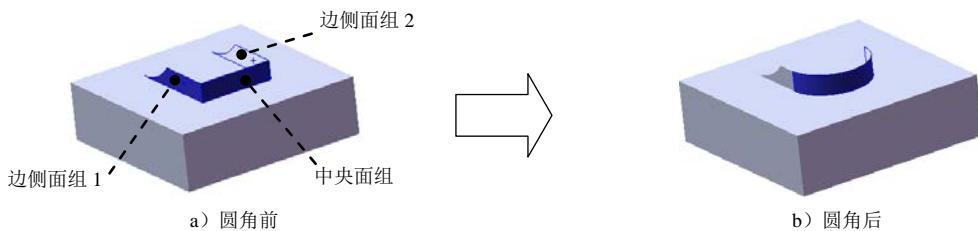

图 4.7 圆角 1
Step4. 创建图 4.7 所示的圆角 1。
(1) 选择命令。选择下拉菜单 **插入(I)** → **特征(E)** → **圆角(U)...** 命令（或单击 **按钮**），系统弹出“圆角”对话框。
(2) 定义圆角类型。在 **圆角类型(Y)** 区域选中 **完整圆角(E)** 复选框。
(3) 定义圆角对象。